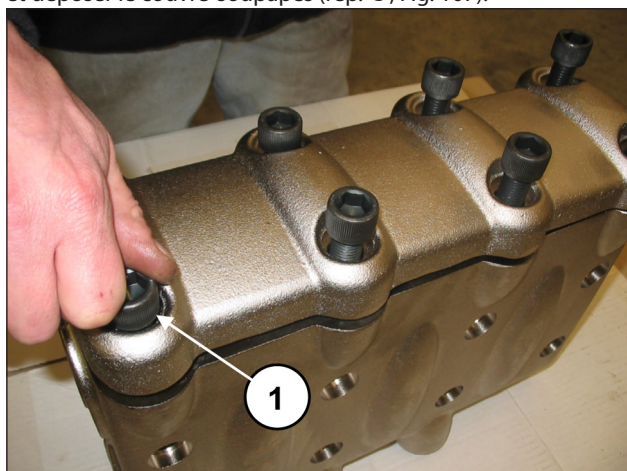
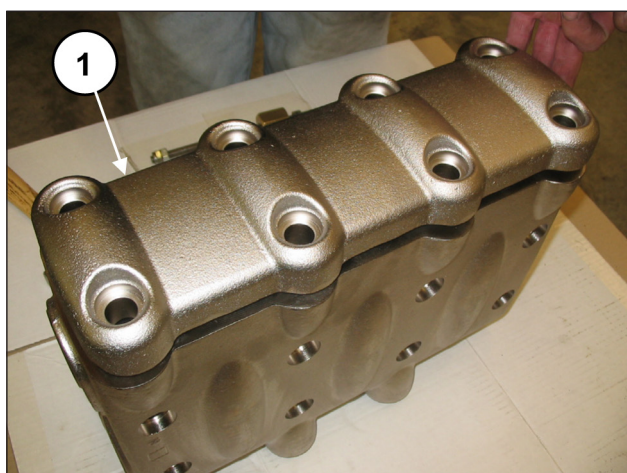

Fig. 106
Fig. 107
Extraire les 8 vis M16x55 du couvre-soupapes (rep. ①, Fig. 106) et déposer le couvre-soupapes (rep. ①, Fig. 107).